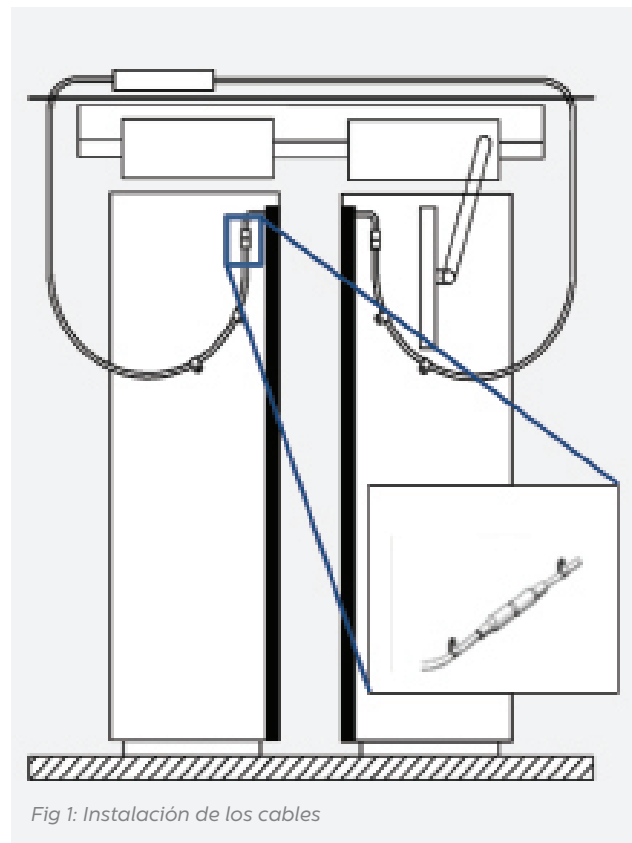

Fig 1: Instalación de los cables
4. Enchufe los cables del emisor (TX) y receptor (RX) en los conectores marcados en el controlador.
5. Para terminar, abra y cierre las puertas manualmente con cuidado para comprobar que el cable de extensión (O15 455) se mueve libremente y no se engancha durante el funcionamiento normal. De lo contrario puede existir riesgo de que los cables sean dañados por las puertas del ascensor o cortados cuando el ascensor se mueva. Ver Fig.1.